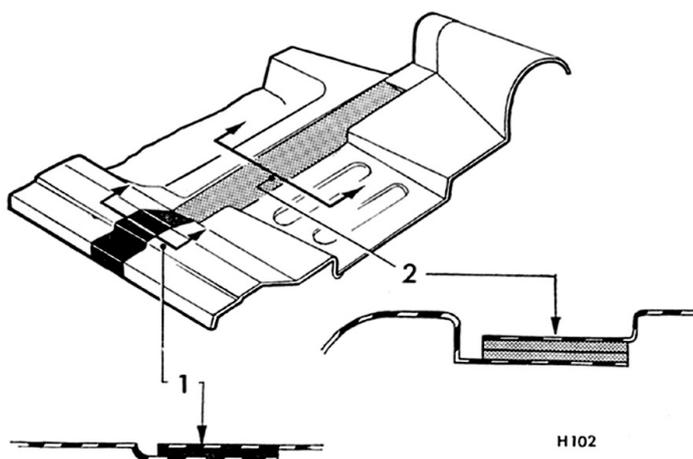

Fig. 54. Positionnement des bandes d'étanchéité sur les panneaux de plancher
Enlever l'ancien produit d'étanchéité des faces de contact des sections arrière et centrale et appliquer des rubans de produit "Everseal" sur la face de contact de la section centrale (1) Fig. 54 et de la bande d'étanchéité sur la jointure entre les parties avant et arrière (2).